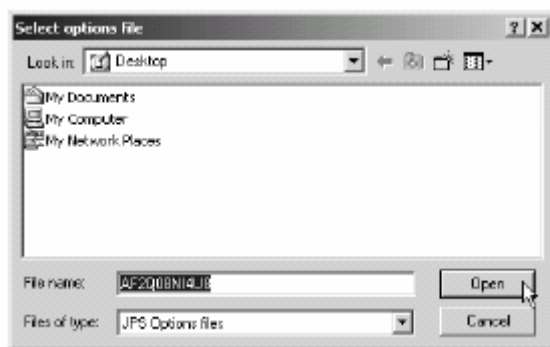

Figura 4-11. Carga de OAF
3. Busque el nuevo archivo de autorización de opciones. Los OAF tienen extensiones .jpo o .tpo y son exclusivos para cada receptor (Figura 4-11).
4. Seleccione el archivo apropiado y haga clic en **Open** (Figura 4-11). La nueva opción se cargará en el receptor y se actualizará la tabla del administrador de opciones.